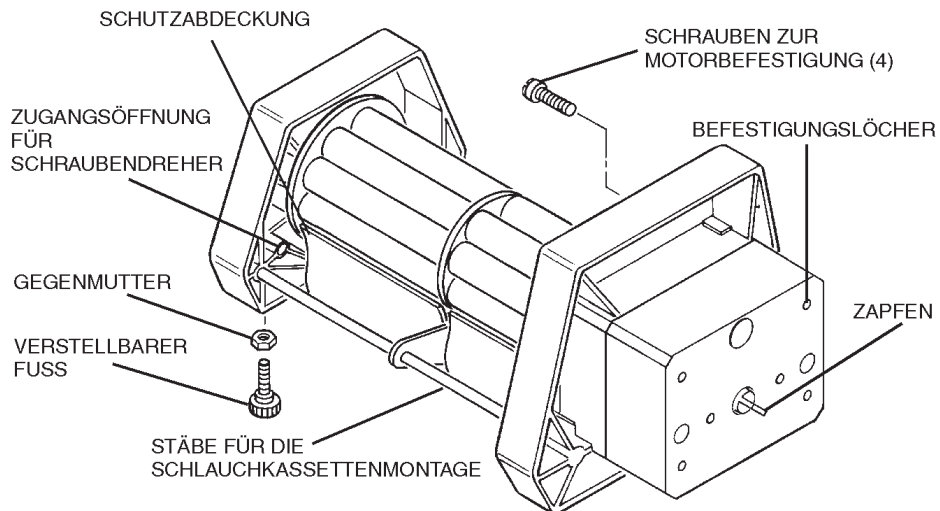

ABBILDUNG 2 PUMPENMONTAGE
1. Zur Montage der Pumpe am Antrieb den Zapfen am Pumpenkopf (siehe Abbildung 2) an der Nut in der Pumpenantriebswelle ausrichten.